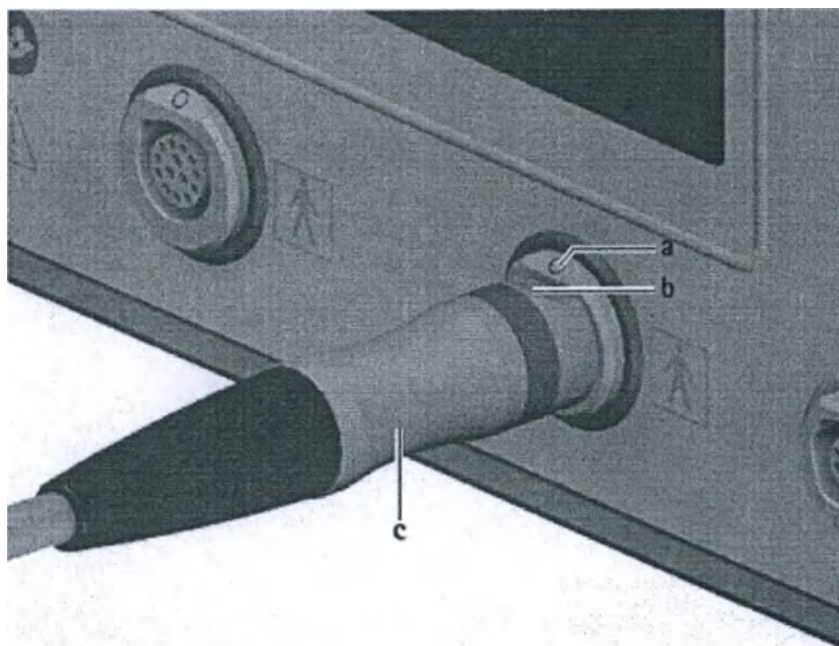

Рисунок 3 – Подсоединение кабеля моторного, где:
- Выровнять штекер кабеля моторного (с) таким образом, чтобы маркировка (b) на штекере соответствовала маркировке (a) на разъеме для подключения кабеля моторного (7), см. Рис. 3.
- Вставить штекер кабеля моторного (с) до упора в один из двух разъемов для подключения кабеля моторного (7).
► Вытянуть штекер кабеля моторного (с) (см. Рис. 3.) из гнезда для подключения рабочих элементов (7).